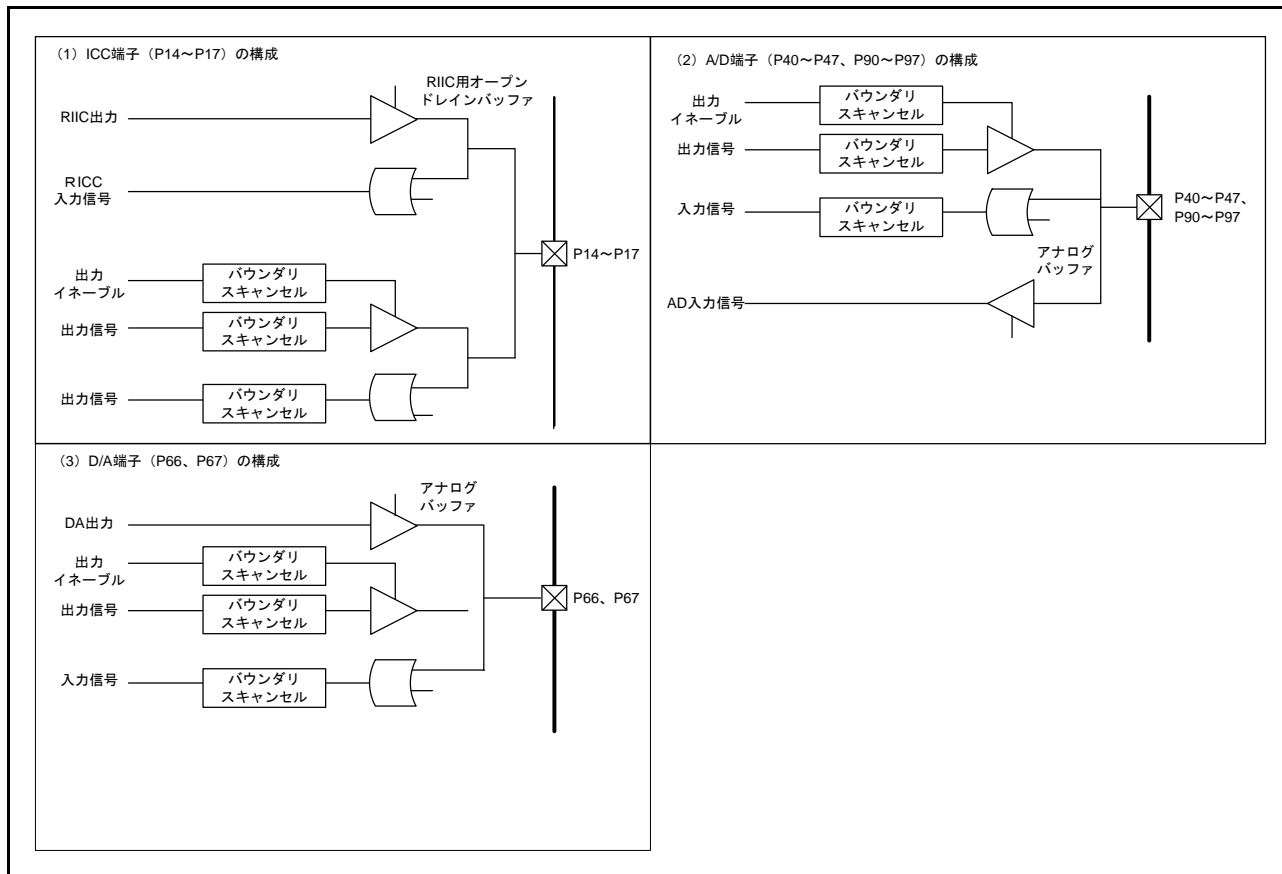

図 28.4 各端子の構成
- (2) バウンダリスキャンの端子 (TCK、TDI、TMS、TRST#) は、プルアップ抵抗にてプルアップしてください。
- (3) 電源端子 (VCC、VCL、VSS、AVCC、AVSS、VREFH、VREFL、PLLVCC、PLLSS) はバウンダリスキャン対象外です。
- (4) クロック端子 (EXTAL、XTAL) はバウンダリスキャンの対象外です。
- (5) リセット端子 (RES#) はバウンダリスキャンの対象外です。
- (6) バウンダリスキャンの端子 (TCK、TMS、TRST#、TDI、TDO) はバウンダリスキャン対象外です。
- (7) バウンダリスキャン機能は、以下のとき、使用できません。
- (8) オープンドレイン機能付き端子を、オープンドレイン機能有効として使用した場合、バウンダリスキャン機能で出力のスキャンレジスタを1、出力イネーブルレジスタを1に設定し、EXTEST 命令、CLAMP 命令、SAMPLE/PRELOAD 命令のいずれかを実行すると端子はハイインピーダンスではなく、High 出力になります。
- (9) P14～P17の端子構成を図 28.4 (1) に示します。P14～P17をRIIC端子 (SDA0、SDA1、SCL0、SCL1) として使用した場合、バウンダリスキャン機能をご使用の際は、オープンドレイン出力との衝突、回り込みに注意してください。
- (10) P40～P47、P90～P97の端子構成を図 28.4 (2) に示します。P40～P47、P90～P97をAD入力 (AN0～AN7、AN8～AN15) として使用した場合、バウンダリスキャン機能をご使用の際は、AD入力との衝突、回り込みに注意してください。
(11) P66、P67の端子構成を図28.4(3)に示します。P66、P67をDA出力(DA0、DA1)として使用した場合、バウンダリスキャン機能をご使用の際は、DA出力との衝突、回り込みに注意してください。